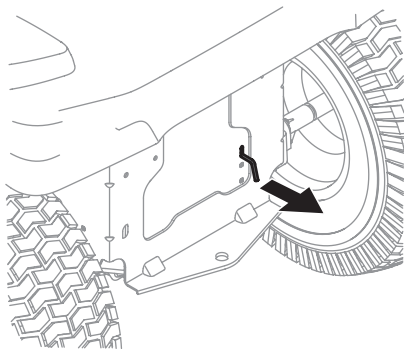

Figura 1
1. Acople la varilla de derivación de la transmisión para mover el tractor manualmente sin ponerlo en marcha. La varilla de derivación de la transmisión está ubicada en la parte trasera del tractor, sobre el bastidor. Acople la varilla de derivación tirando hacia afuera (Figura 1).
2. Después de mover el tractor, desacople la varilla de derivación hidrostática empujando la varilla hacia adentro (Figura 1).